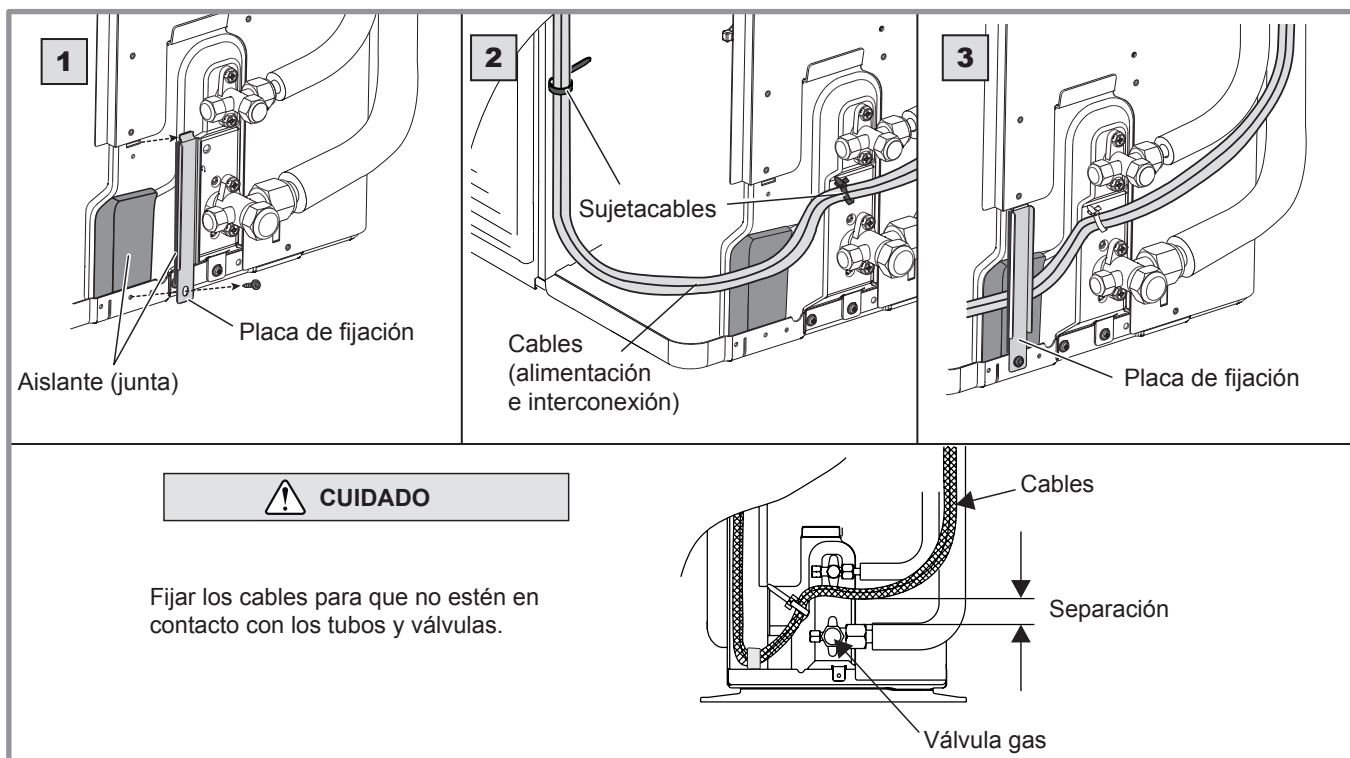

figura 36 - Finalización de la conexión de la unidad exterior monofásica
- Utilizzare la placca di fissaggio per tenere i cavi contro la placca isolante (**figura 36**).